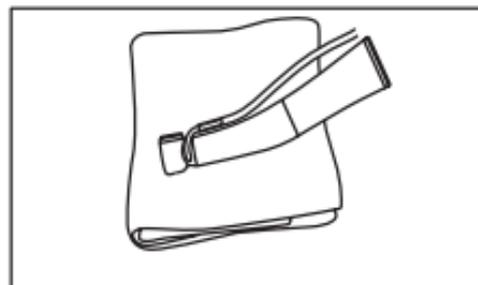

Fig. 9
3) Essuyez l'extérieur de la pièce à main à l'aide d'un chiffon imbibé de désinfectant ou d'éthanol à une concentration de 60 à 90 % (Fig. 9).